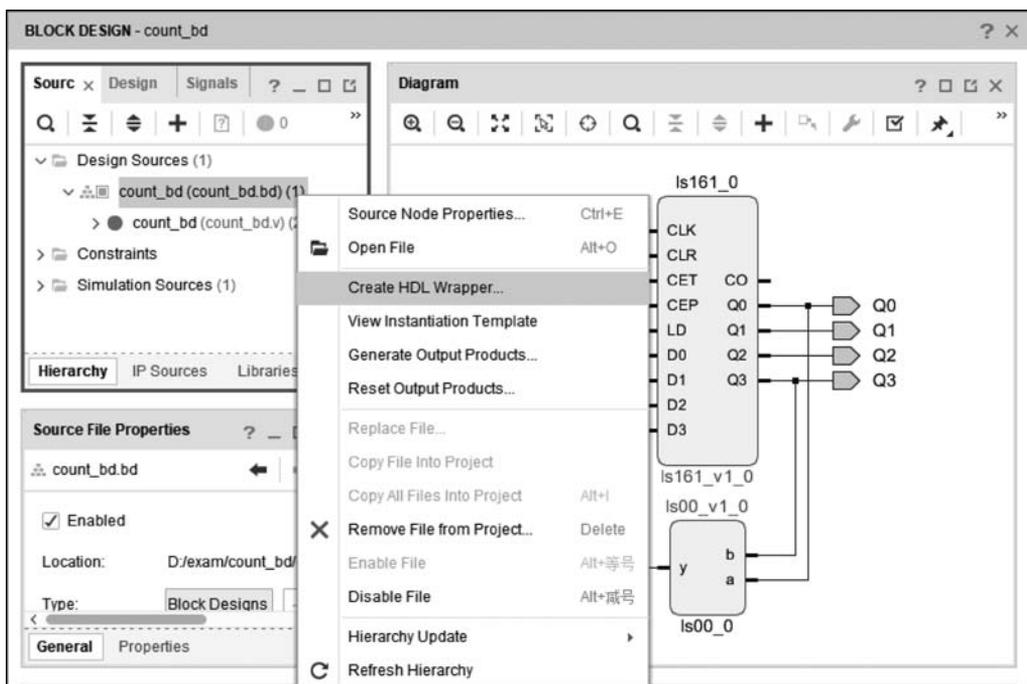

图 3.65 选择 Create HDL Wrapper 命令
③ 输出文件生成后,再次在 BLOCK DESIGN 对话框中的 count\_bd.bd 图标上右击,在弹出的快捷菜单中选择 Create HDL Wrapper 命令,如图 3.65 所示。